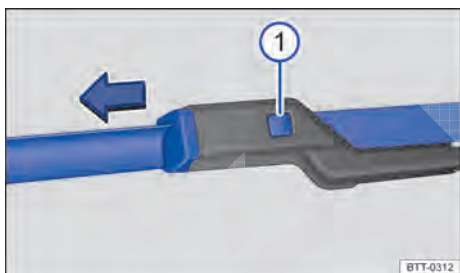

Fig. 144 Substituir as palhetas dos limpadores do para-brisa.
- Manter a tecla de destravamento → Fig. 144 ⓘ pressionada e, ao mesmo tempo, retirar a palheta do limpador do para-brisa no sentido da seta.